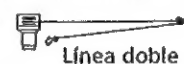

Figura 2
1. El cabrestante X3 está clasificado a una capacidad (de línea sencilla) de 1818 kg. (4000 lb). **NO LO SOBRECARGUE, NO INTENTE TIRAR DE CARGAS PESADAS POR TIEMPO PROLONGADO. NO MANTENGA LA CORRIENTE AL CABRESTANTE SI EL MOTOR ENTRA EN PÉRDIDA.** Las sobrecargas pueden dañar el cabrestante y/o el cable de alambre y crear condiciones inseguras de operación. **PARA CARGAS PESADAS, USE UN CONJUNTO DE BLOQUE DE POLEAS Y GANCHO (Nº DE PIEZA 1503) PARA DUPLICAR LA LÍNEA DE CABLE DE ALAMBRE (Figura 2).** Esto reduce la carga sobre el cabrestante y el esfuerzo del cable de alambre en un 50% aproximadamente.